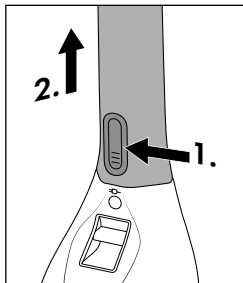

Bild 3
- ◆ Tryck på upplåsingsknappen **3** och dra försiktigt av det långa skaftet **2** från motorenheten **8** (se bild 3).